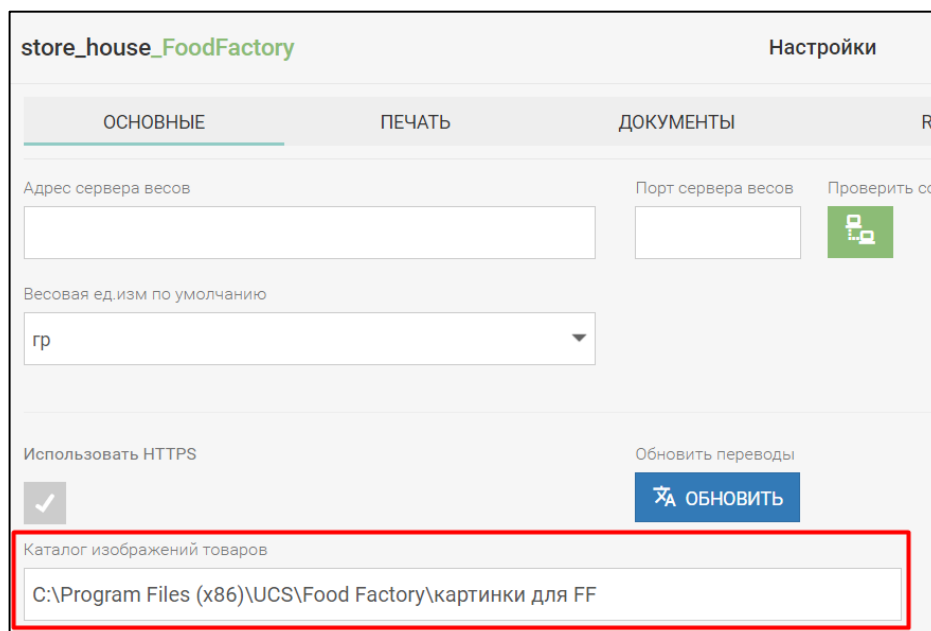

Рис. 153
3. В настройках FoodFactory укажите путь к каталогу картинок. Для этого в настройках выберите закладку Основные и в поле Каталог изображения товаров укажите путь к каталогу с картинками (см. Рис. 153).